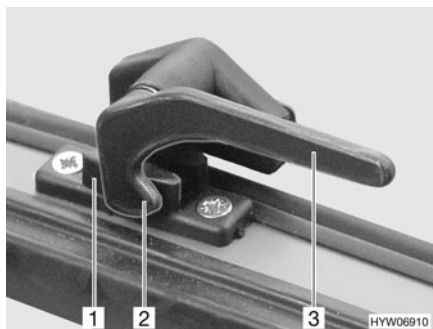

Fig. 46 Palanca de bloqueo en la posición de "cerrado"
- Girar la palanca de bloqueo (Fig. 46,3) un cuarto de vuelta hacia la mitad de la ventana.
- Girar la palanca de bloqueo (Fig. 46,3) un cuarto de vuelta hacia el marco de la ventana. El saliente de bloqueo (Fig. 46,2) se encuentra en la cara interior del bloqueo de la ventana (Fig. 46,1).
- En la posición "cerrada fijamente" (Fig. 46)